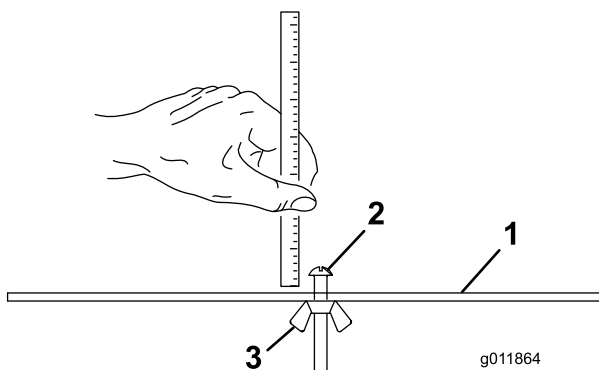

図 15
2. ゲージバー 図 15 のナットを緩め、調整ボルトで希望の刈高さに設定する。